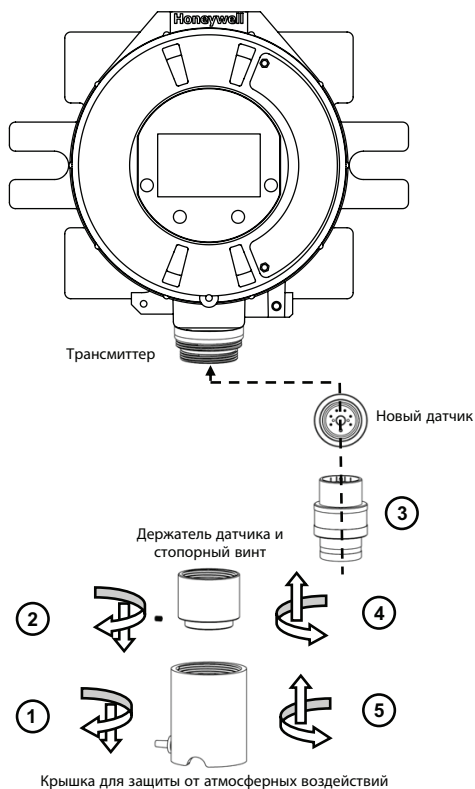

Рис. 43. Установка подключаемого датчика
9. Присоедините провода, как показано на рис. 43.